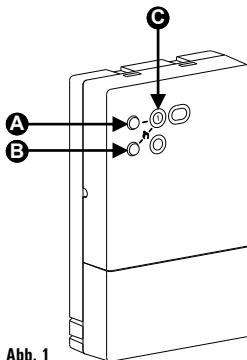

Abb. 1
LED (C) siehe Abb. 1)
SELBSTLERNMODUS - TASTE (A) Abb. 1)
MANUELLES SCHALTEN DES RELAIS - TASTE (B) Abb.1)
- Drücken Sie nun die entsprechende Taste des Kanals, welchen zugeordnet werden soll. Abb.1 A für Kanal 1. Der Selbstlernmodus startet und die LED blinkt gelb, mit hoher Frequenz (schnell).
- Drücken der Tasten A und B (siehe Abb.1)
Um das System zu testen, ist es möglich, das Ausgangsrelais durch Drücken der Taste B Abb.1 zu schalten. Durch Drücken der Taste nimmt der Ausgang nacheinander die folgenden Zustände ein: